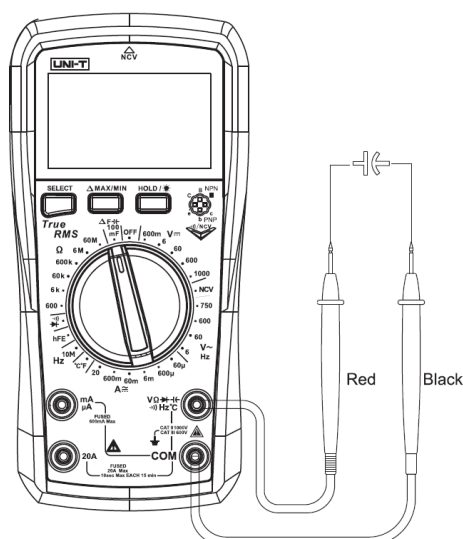

Рисунок 6
**6. Измерение емкости (Рисунок 6)**